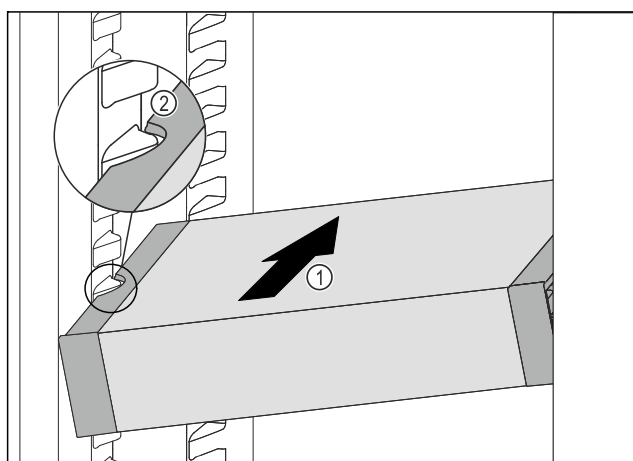

Fig. 83
- ▶ Skub VarioSafe skråt ind i kølesektionen, Fig. 83 (1) indtil udsparingerne i siden Fig. 83 (2) på VarioSafe er på niveau med beholderribben i kølesektionen.